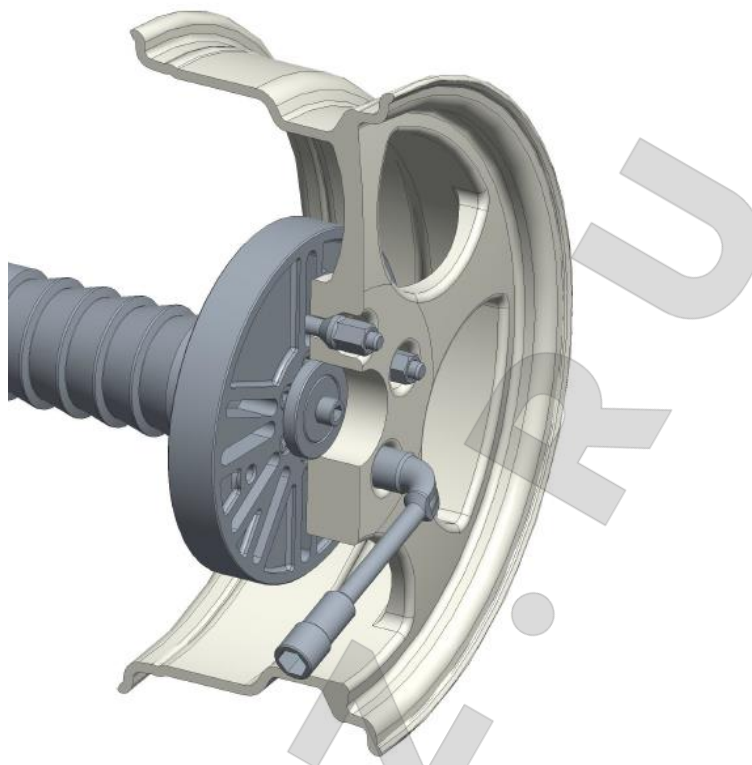

Рисунок 3. Крепление диска к планшайбе.
7.2. Очищенный от загрязнений диск, установить привалочной плоскостью на планшайбу, используя для этого крепёжные болты и колёсные гайки. Количество болтов должно соответствовать количеству крепёжных отверстий деформированного диска, см. рисунок 3.